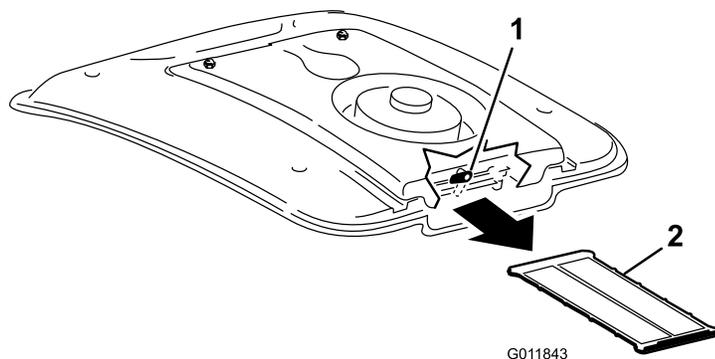

Figura 92
2. Ruotate di lato il dispositivo di chiusura sulla parte posteriore del supporto della ventola (Figura 92).
3. Estraiete la griglia A/C da sotto la serpentina refrigerante (Figura 92).
4. Pulite accuratamente la griglia con aria compressa (Figura 92).